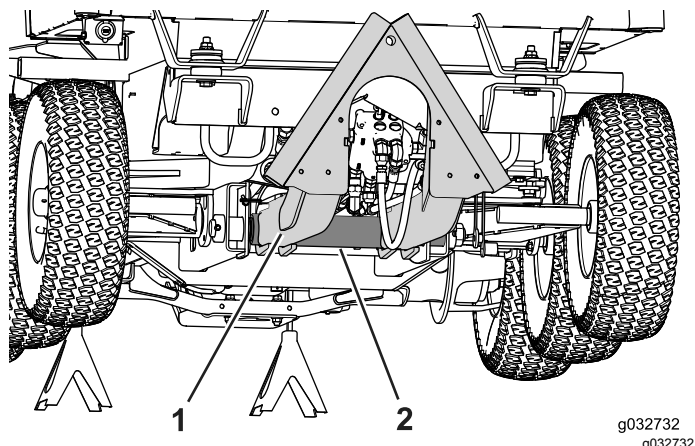

Figura 87
3. Localice el punto de giro del brazo del accesorio en el bastidor de invierno (Figura 87).